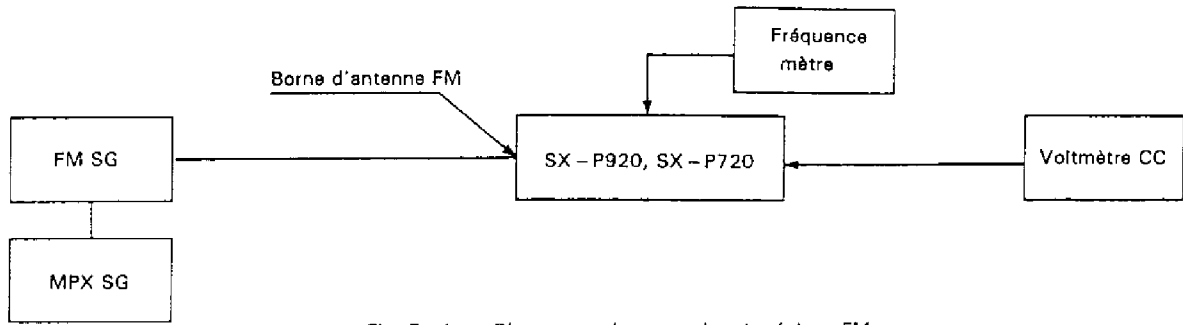

Fig. 5-1 Diagramme de connexion de réglage FM
- Conectar el conexionado de la manera observada en la Fig. 5-1.